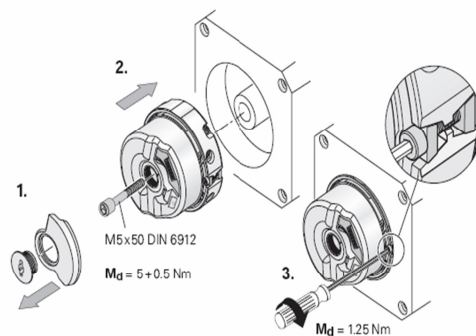

图 15 编码器装配
- 再用内六角扳手按 $Md=1.25Nm$ 的力矩将编码器的涨紧螺栓拧紧，要求拧紧力矩为 $Md=1.25 Nm - 0.2Nm$ ，使编码器外部不能用手转动，如(P8 图 15)所示。